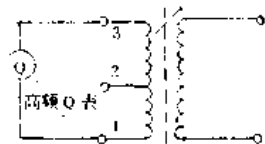

图 23-9
①用 QBG-3 高频 Q 表测量空载 Q 值。测量时的接线如图 23-9 所示。测量时,首先调整高频 Q 表频率至  $f_0$ ,电容(电感)度盘至  $L_0$  处,用标准 Q 值线圈校正 Q 表,然后调节中频变压器磁帽,使 Q 表指示为最大值,这时的读数即为被测中频变压器的空载 Q 值。不同型号的中频变压器其空载 Q 值不相同,例如国产 TTF1-1~TTF1-3 中频变压器要求空载 Q 值应  $\geq 55$ ;TTF2-7~TTF2-9 空载 Q 值应  $\geq 80$ 。